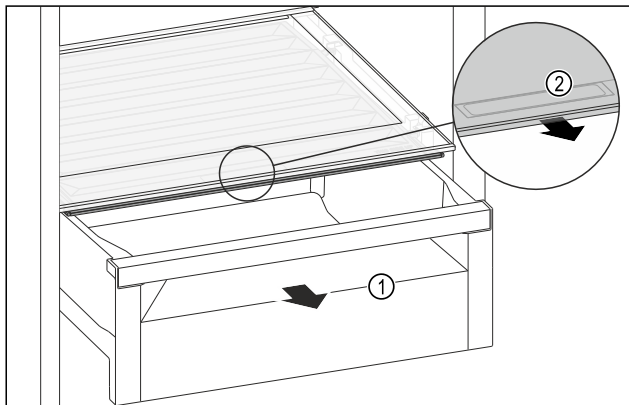

Fig. 220
- ▶ Извлеките выдвижной ящик Fig. 220 (1).
- ▶ Возьмитесь за утопленную ручку Fig. 220 (2) на крышке отделения и одновременно потяните крышку отделения вперед.